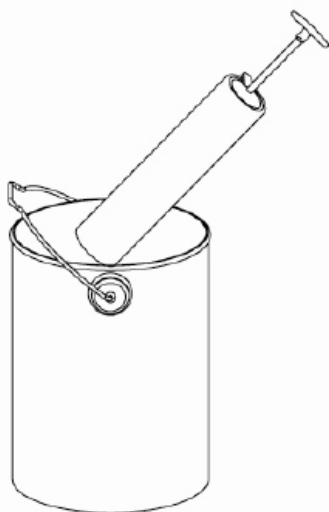

Рис. 3
- 3) Вставьте открытый конец узла трубчатого корпуса в смазку. Медленно потяните рукоятку штока назад, одновременно вдавливая узел корпуса глубже в смазку, чтобы предотвратить образования воздушных карманов в полости узла корпуса (см. рис. 3).